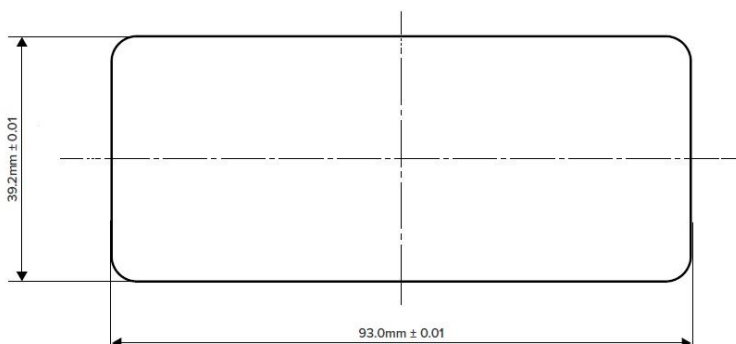

Fig. 3: Afmetingen voor de gefreesde uitsparing, TOUCHinlay-KM
1. Gebruik een frees of iets dergelijks om de uitsparing te frezen. De afmetingen voor de gefreesde uitsparing staan vermeld in hoofdstuk 4.2 (fig. 3).